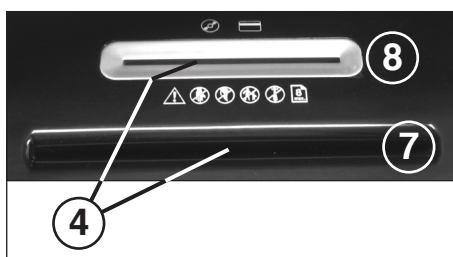

Fig. 2
- 4 = Lysskranke (fremad) (afb. 2)**
- 7 = Papirtilførsel (fig. 2)**
- 8 = Sikkerheds-tilførsel (fig. 2)**
**Papir** føres ind til skæreenheden gennem papirtilførslen (7) (afb. 2).
**Datamedier** (CD, DVD eller kreditkort) føres ind til skæreenheden gennem den særskilte sikkerheds-tilførsel (8) (afb. 2). Maskinen skifter automatisk til kørsel fremad, trækker materialet ind og slukker automatisk efter makuleringen.